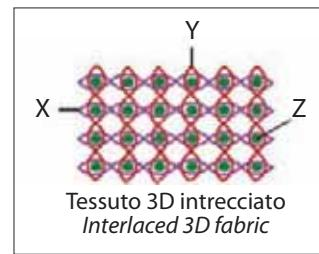

Fig. 9 - Schema di un prodotto tessuto 3D con la tecnica(49)
Un altro sviluppo che è interessato dai problemi di raggrinzimento e di danneggiamen-to della fibra è il cosiddetto "primo processo di tessitura 3D" presentato in(49): esso è caratterizzato da operazioni di formazione del passo in due direzioni, noti come "lineari-lineari" e "lineari-angolari". Questa operazione sposta alternativamente i filati Z dell'ordito disposti a griglia (secondo il profilo a sezione trasversale da produrre) per creare infine passi multipli nello spessore e nelle direzioni dell'ampiezza. Due serie perpendicolari di trame Y e di trame orizzontali X vengono inserite nei passi formati. Gli orditi Z, quindi, si intrecciano con le serie di trame verticali Y e orizzontali X, creando un prodotto tessuto 3D intrecciato, rappresentato in fig. 9. Per via dell'intrecciatura, la
accordance with cross-sectional profile to be produced) to enable creation of multiple sheds in the thickness and width directions. Two mutually perpendicular sets of corresponding vertical wefts Y and horizontal wefts X are inserted into the created sheds. The warps Z, therefore, interlace with the sets of vertical Y and horizontal X wefts, thus creating a fully interlaced 3D woven fabric illustrated in Figure 9. Due to the interlacing, the resulting structure has crimped fibers in all three directions, which would be detrimental for potential applications of this type of fabric as a composite reinforcement. Alan Prichard noted in(50) that "crimped fibers are dead-weight". Furthermore, the weaving concept proposed in(49) imposes significant limitations on the fabric width and thickness. If the process is carried out mechanically at any reasonable speed, which appears uncertain to date, it would create substantial fiber damage with the use of advanced fibers, such as glass, carbon, ceramic, etc. Since the process can only handle 60 fiber tows in each of the horizontal and vertical directions, the preform dimensions are necessarily very small. Also, the possibility of achieving sufficiently high fiber volume fractions by this weaving method is very questionable.